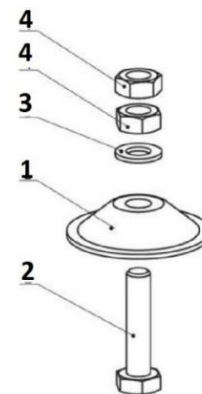

Bild 2d;
- *In den Fällen, wenn die einstellbaren Zapfen mehrteilig sind, können Sie diese auf die beschriebene Weise zusammenfügen (Bild 2d):